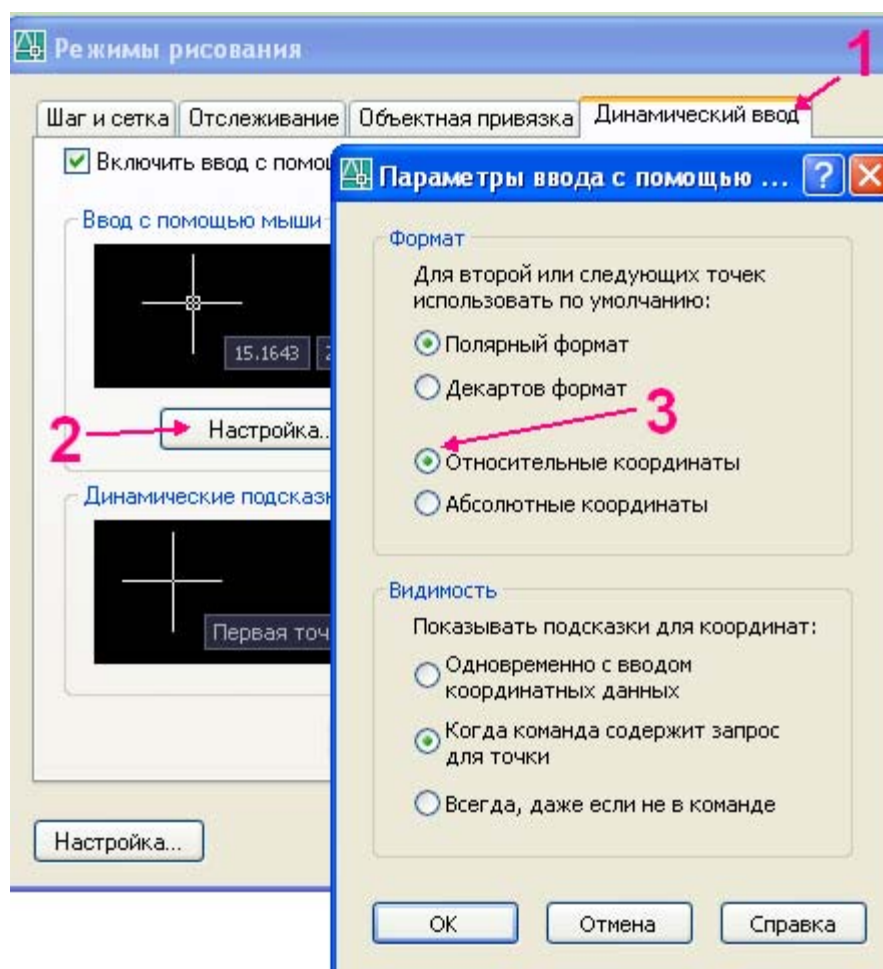

Рис. 1.2. Окно **Режимы рисования**
- В открывшемся диалоговом окне **Режимы рисования** выберите вкладку **Динамический ввод** → (1) (рис.1.2). Затем нажмите клавишу **Настройка** →(2). В поле **Формат** выберите **Относительные координаты** →(3).